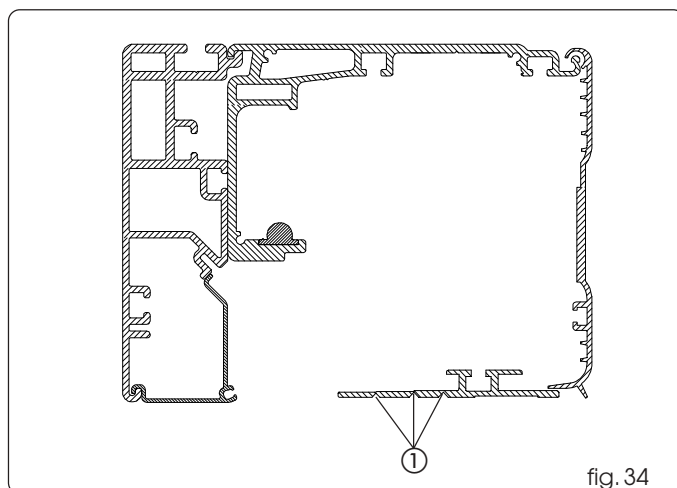

fig. 34
Le profil du carter inférieur est pré-incisé pour être adapté à différentes épaisseurs de vantail; éliminer le matériel en excès en réalisant une cassure aux endroits indiqués dans la fig.34 réf. ①.